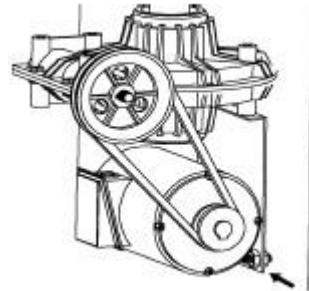

Fig. 11
- Serrez les vis de tension de la courroie (fig. 11).